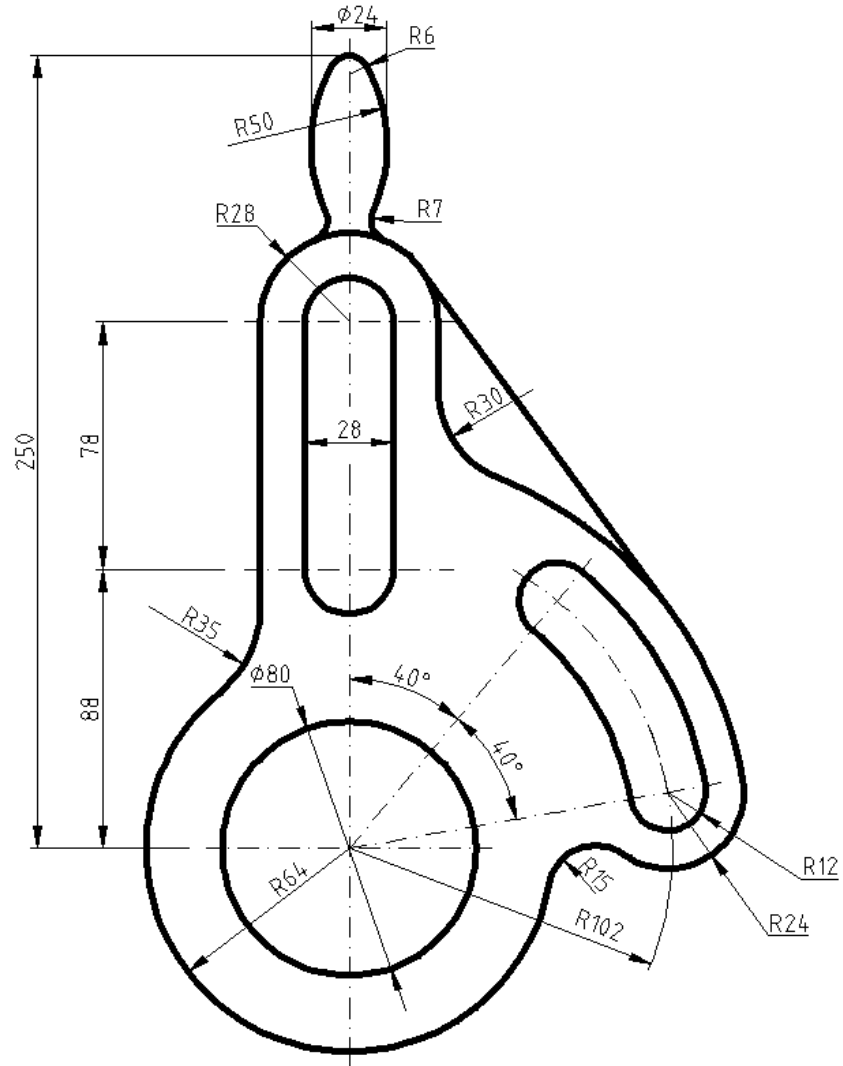

图 4
5. 按照 1:1 的比例抄画图 4(包含尺寸标注)，并将对象放置在粗实线、细实线、虚线、中心线、剖面线、尺寸线等相应的图层中，中心线超出图形轮廓线 5mm。
- 将图 4 中 $\phi 80$ 的圆心定位于 (0, 0) 点。